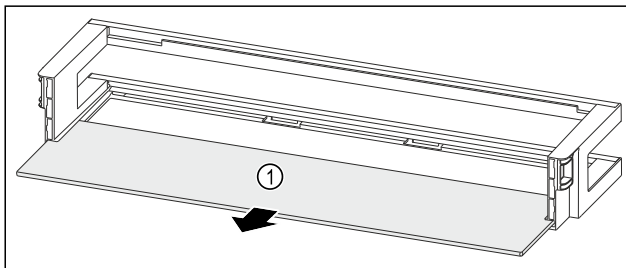

Fig. 163 Oviteline säilytyshyllyn kanssa
- ▶ Ota säilytyshylly Fig. 163 (1) pois.